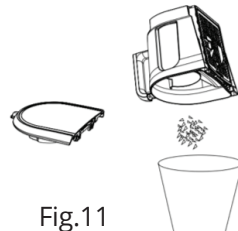

Fig.11
4. Fig. 11, după golirea colectorului de praf urmați pașii pentru asamblarea aparatului.